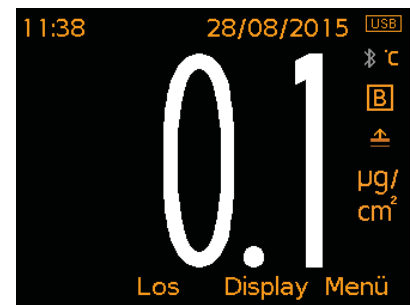

Bild 1: Messwerte x1
- **Messwerte x1 (Bild 1);** Der Messwert wird für die gesamte Probe angezeigt.